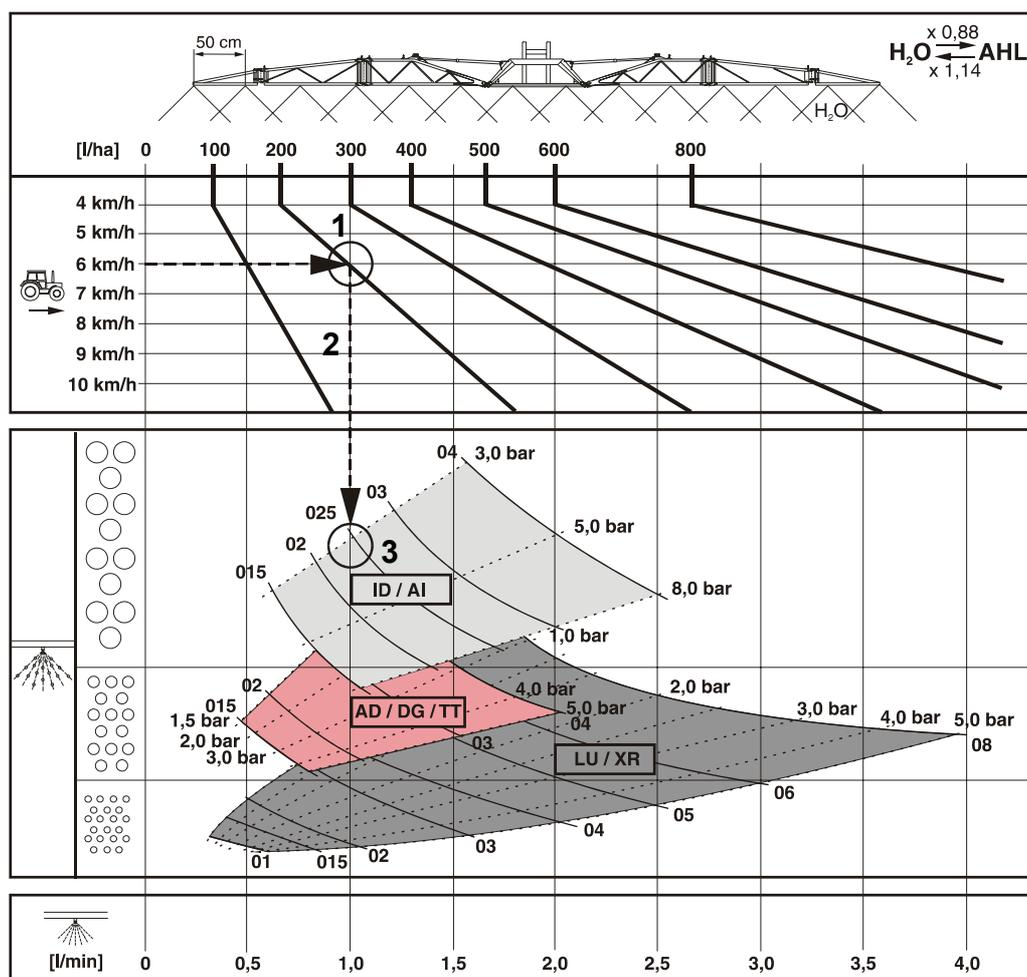

Fig. 84
1. Déterminez le point de service (Fig. 84/ 1) pour le débit requis [l/ha] et la vitesse d'avancement prévue [km/h].
2. Tracez une ligne verticale (Fig. 84/ 2) vers le bas sur le point de service. En fonction de la position du point de service, cette ligne passe par les diagrammes caractéristiques de différents types de buses.
1. Recherchez sur le tableau (Fig. 84), la colonne où figure la vitesse d'avancement prévue.
**Exemple 1 (Fig. 84):**